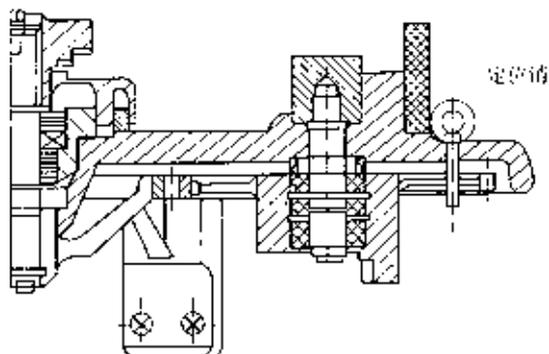

图 11 拆下切换开关上的定位销
2. 把切换开关油室吊起, 拆下切换开关上的定位销 (图 11) ;